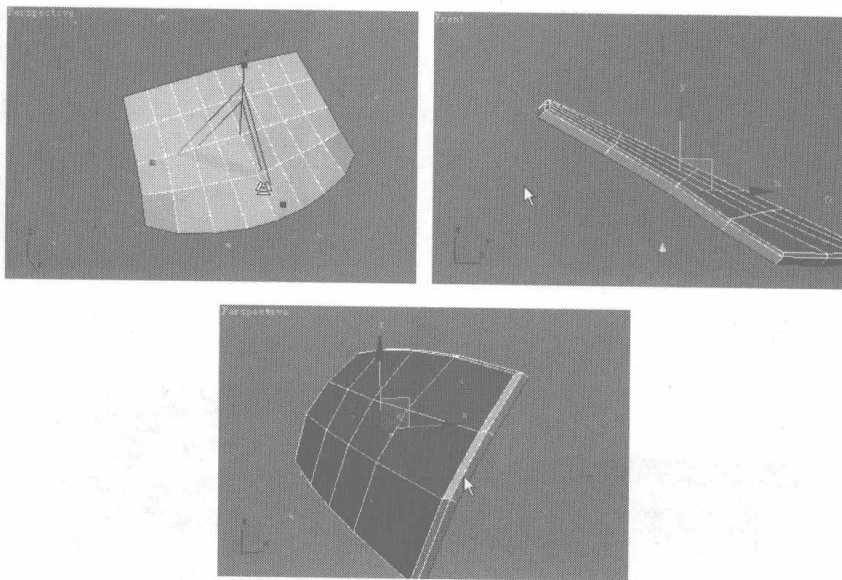

图 7.125
- 22** 分别选择汽车前后车窗模型的边缘曲线, 按住 Shift 键, 用缩放工具连续两次等比复制, 并且调整位置, 如图 7.125 所示。